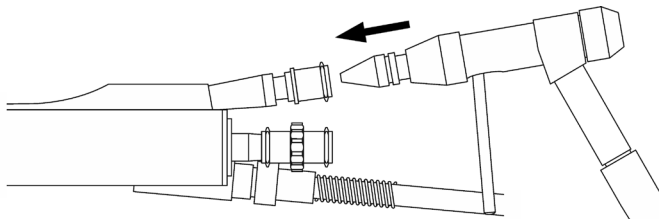

Abb. 7a
- Durchspülen Sie den Ultraschallhandgriff mit einer Reinigungspistole mit geeignetem Spülaufsatz oder einer Einmal-Spritze (Abb. 7a und 7b).